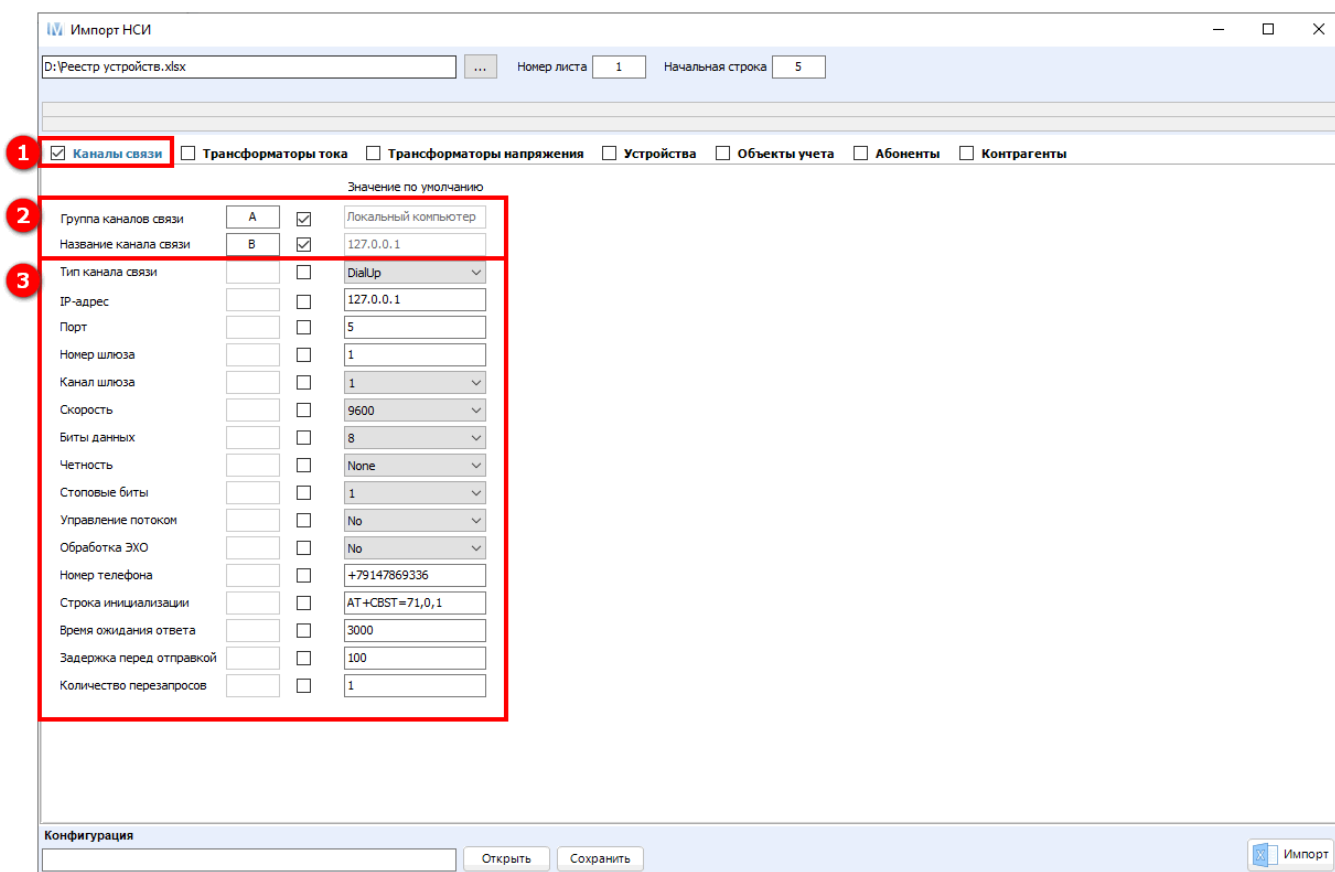

Рисунок 329 – Импорт данных канала связи и его параметров
Выбор вкладки **Каналы связи** (1) (см. рисунок 329) позволяет импортировать канал связи и его параметры из Excel-файла. Для этого необходимо поставить соответствующие отметки и указать буквенное (цифровое) обозначение соответствующих столбцов Excel-файла (2). При отсутствии данных отметок значения в необходимых полях заполняются непосредственно в данном окне (3).